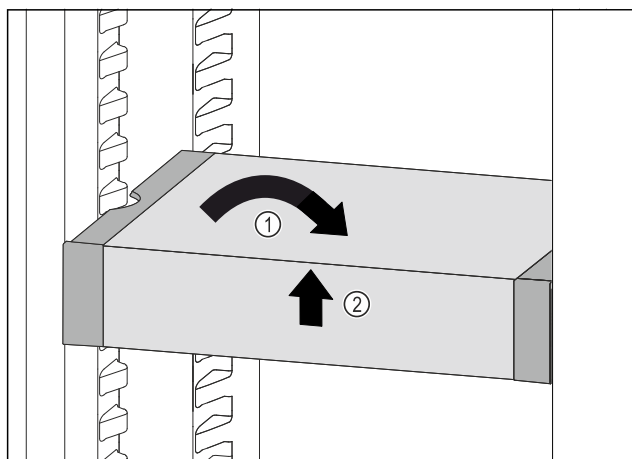

Fig. 191
- Nustatykite VarioSafe tiesiai. Fig. 191 (1)
- Pakelkite VarioSafe priekyje. Fig. 191 (2)